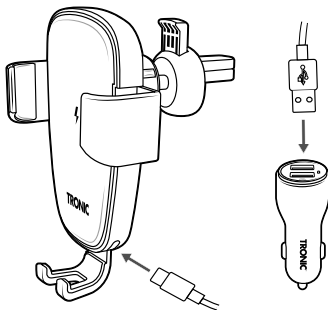

Fig. 1
- ◆ Utilize o cabo de carregamento **11** para ligar o suporte automóvel ao adaptador automóvel/USB **10**, ver fig. 1.